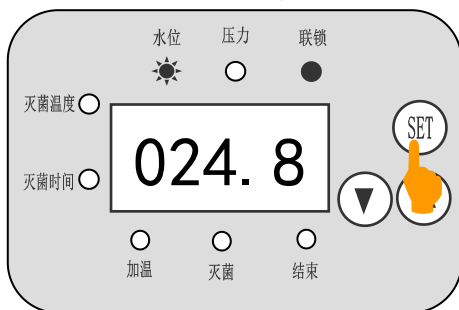
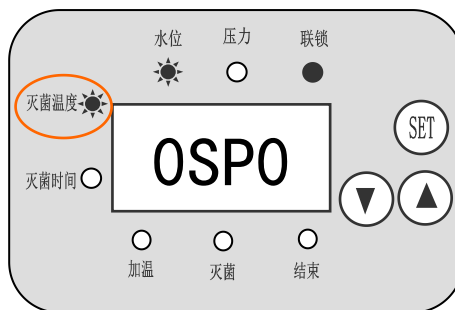
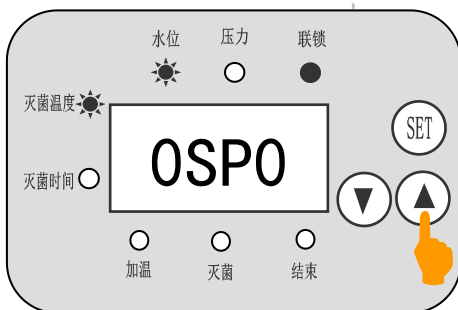
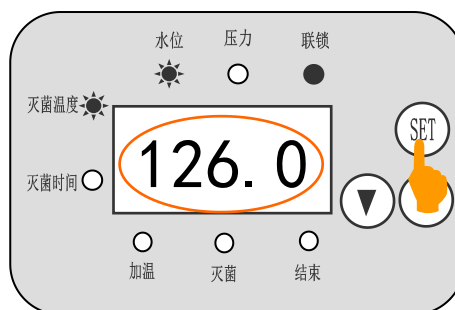

图 8
图 9
图 10
图 11
①设定灭菌温度：按控制面板上的功能设定键  (图 8)，面板上的灭菌温度指示灯亮，显示屏出现 SP (图 9)，按动上下移动键   (图 10)，调整所需的温度值，设定完成后按功能设定键确认 (图 11)。